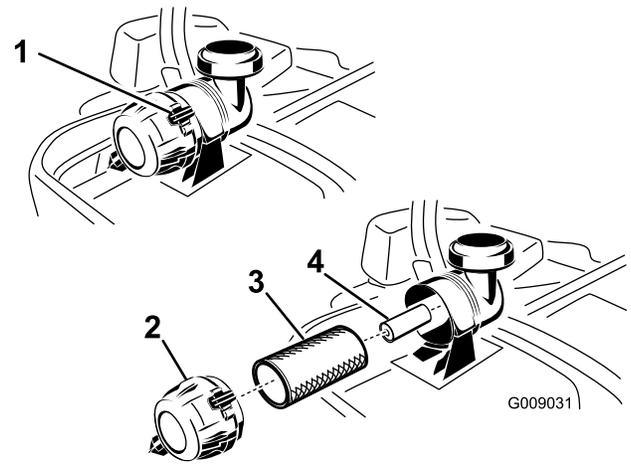

Figura 38
3. Presione hacia abajo para abrir los enganches del limpiador de aire y tire de la tapa del limpiador de aire para separarla de la carcasa del limpiador de aire (Figura 38).
5. Extraiga con cuidado el filtro primario del cuerpo del limpiador de aire (Figura 38). Evite golpear el filtro contra el lado de la carcasa.
1. No limpie el filtro de papel, cámbielo (Figura 38).
2. Si va a cambiar el filtro secundario, deslícelo cuidadosamente en el cuerpo del filtro (Figura 38).
3. Deslice cuidadosamente el filtro primario por encima del filtro secundario (Figura 38). Asegúrese de que está bien asentado empujando sobre el borde exterior del filtro mientras lo instala.
4. Instale la tapa del limpiador de aire y gírela hasta que los enganches la bloqueen en su sitio (Figura 38).